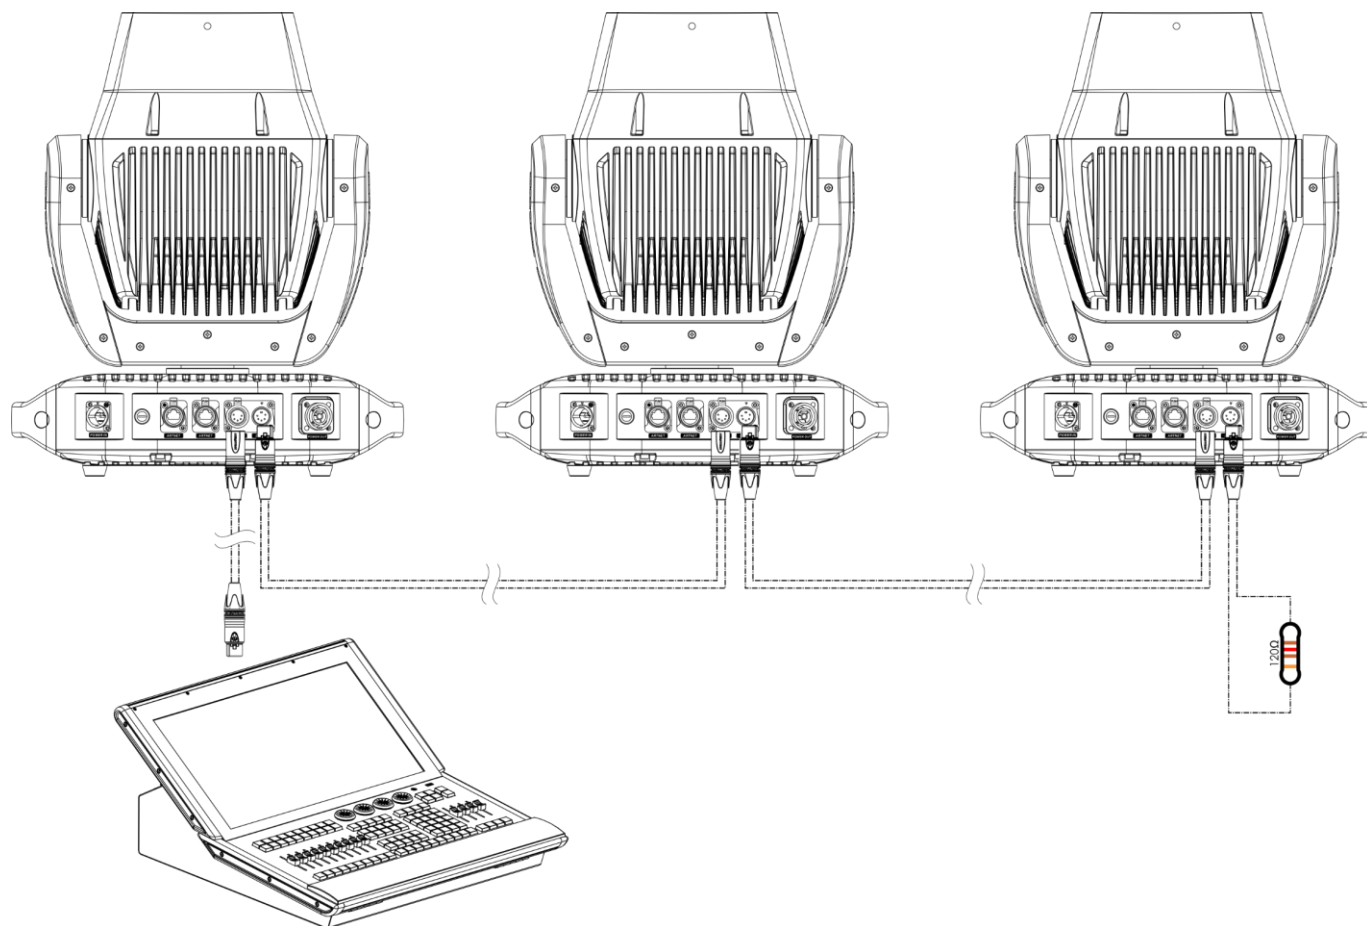

Fig. 07
- 04) Conecte las unidades entre ellas como se indica en la Fig. 07. Conecte un controlador de iluminación a la toma DMX IN (entrada) del primer dispositivo mediante un cable DMX. Conecte un cable DMX que vaya desde el conector DMX OUT (salida) de la primera unidad al conector DMX IN (entrada) de la segunda unidad. Repita este proceso para interconectar el resto de las unidades.